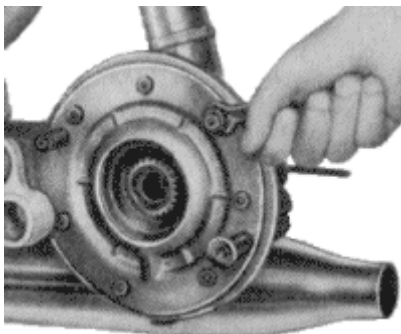
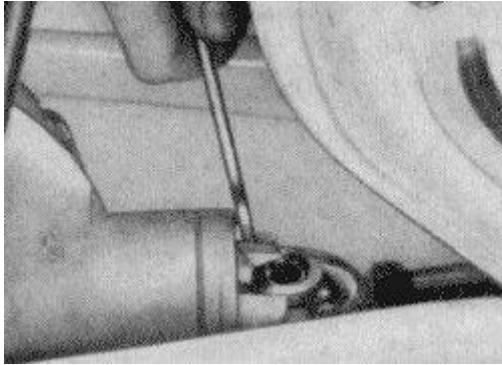

Bild 66. Muttern am Kardangehäusedeckel nachziehen
Bild 67. Muttern am Deckel zum Kreuzgelenk nachziehen
- 11 Schrauben und Muttern am Fahrgestell nachziehen, insbesondere die Mutter am rechten Aufnahmestück (Hinterradantrieb), die Schrauben am Gummigelenk und die Muttern am Hinterrad-Antriebsgehäusedeckel und am Deckel zum Kreuzgelenk. Um die Muttern am Antriebsgehäusedeckel nachziehen zu können (**Bild 66**), sind nach Herausnehmen des Hinterrades die Bremsbacken abzunehmen. Zum Nachziehen der Muttern am Deckel zum Kreuzgelenk (**Bild 67**) ist zunächst die Schutzhaube nach dem Lösen der Befestigungsschrauben zurückzuziehen.